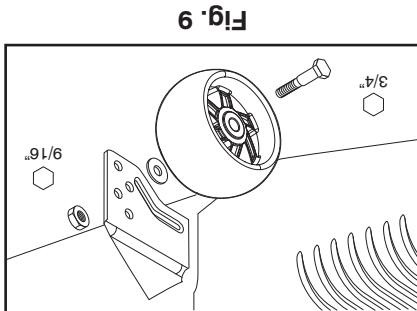

Fig. 9
- Réglez la tondeuse à la hauteur de coupe désirée (Voyez la section de "POUR RÉGLER LES ROUES DE JAGUE" (Voir la Fig. 9)).